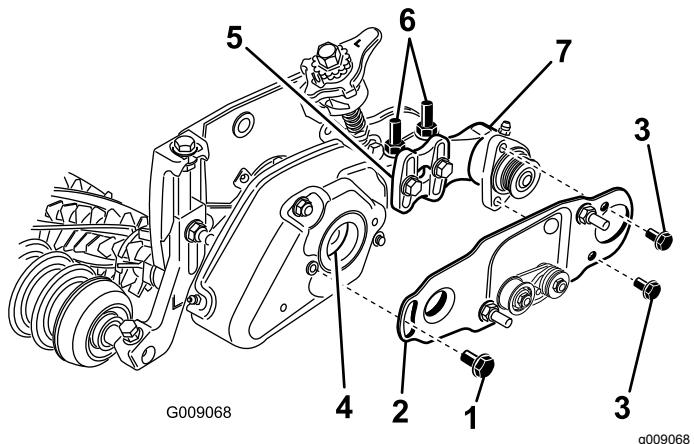

Рисунок 27
- подшипника щетки катка к монтажному кронштейну щетки катка (Рисунок 27).
13. Установите поворотную пластину щетки катка (Рисунок 27). Убедитесь в том, что втулка сохраняет правильное положение в корпусе подшипника, когда в нее вставляется выступ поворотной пластины.
14. Нанесите состав Loctite 243 (синий) на 2 болта (5/16 x $\frac{5}{8}$ дюйма) и используйте болты для установки пластины щетки на корпус подшипника щетки катка (Рисунок 27). Затяните болты с моментом от 20 до 26 Н·м.
- Ослабьте 2 фланцевые контргайки, крепящие монтажный кронштейн щетки катка к боковой пластине режущего блока (Рисунок 27).
- Поверните корпус подшипника щетки катка так, чтобы пластина щетки была параллельна боковой пластине режущего блока (Рисунок 27).
- Затяните 2 фланцевые контргайки, крепящие монтажный кронштейн щетки катка к боковой пластине режущего блока (Рисунок 27).
19. Нанесите на болт с буртиком состав Loctite 243 (синий) (Рисунок 27). Прикрепите пластину щетки к крышке механической щетки с помощью болта с буртиком. (Рисунок 27). Затяните болт с моментом от 20 до 26 Н·м.